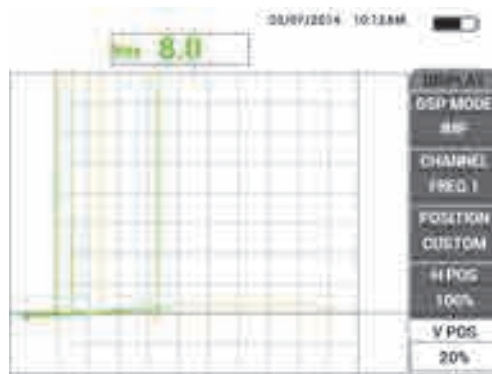

Рис. 5-43 Вертикальные линии, представляющие разные толщины
- Повторите шаг 4 для каждой толщины диска (1,5 мм, 1 мм и 0,5 мм). Прибор записывает вертикальную линию для каждого значения толщины красочного покрытия (см. Рис. 5-43 на стр. 158).